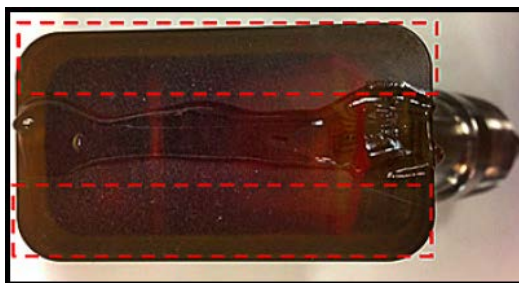

Figura 20: Superficie del transductor con acoplante
5. Aplique el acoplante suministrado a ambas superficies del transductor (véase Figura 20 más abajo). El acoplante desplaza las capas de aire que hubiera entre el transductor de la tubería para garantizar que la ruta de la señal acústica sea uniforme. Para las tuberías con un diámetro externo de hasta 35,56 cm (14 pulg.), no aplique el acoplante en las áreas rojas mostradas; para las tuberías con un diámetro externo >35,56 cm (14 pulg.), cubra toda la superficie con acoplante.